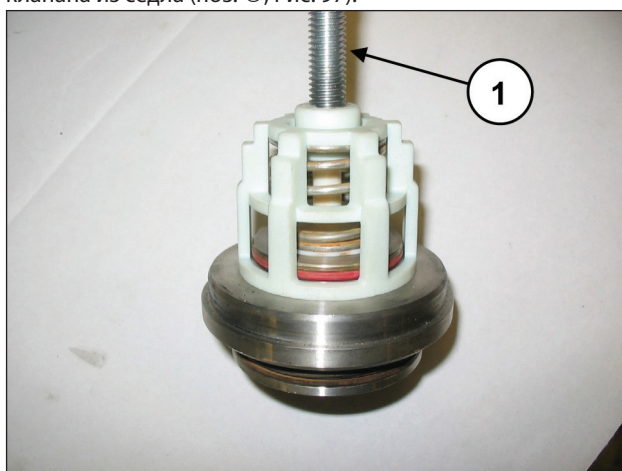

Рис. 97
Снимите клапанные узлы всасывания и нагнетания, закрутив винт М10, чтобы можно было надавить на внутреннюю направляющую и извлечь направляющую клапана из седла (поз. ①, Рис. 97).